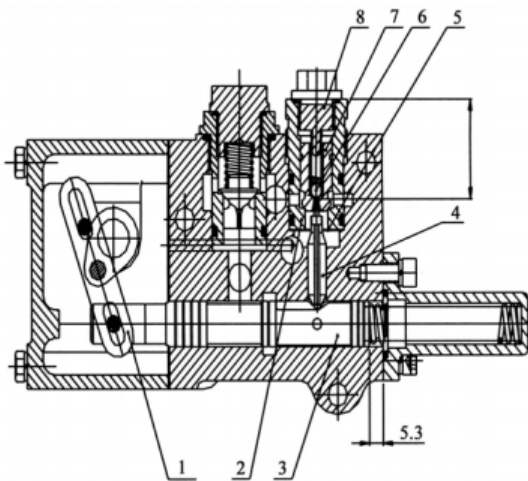

Figura 5-21 Ajuste del distribuidor
Figura 5-21 ajuste del distribuidor
5.4.2 Ajuste del distribuidor (ver figura 5-21)